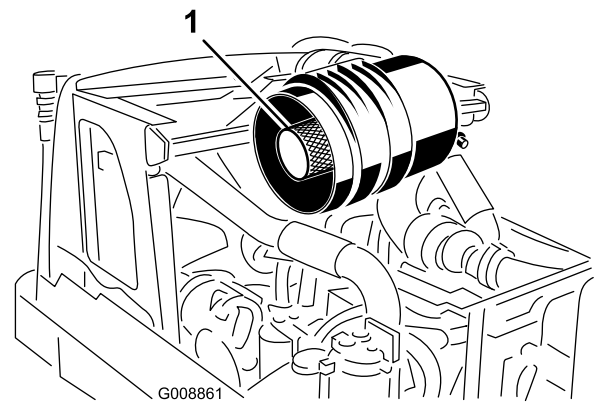

**Figura 119**
- Retire o filtro primário (Figura 119).